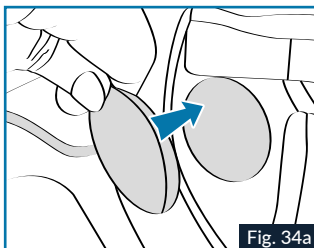

Fig. 34a
6. Fügen Sie in die Aussparungen für die Ohrstöpsel die linken und rechten Lautsprecher des **SENA FOR SHARK (Bluetooth oder Mesh)** ein. Sie werden am Klettverschluss auf der Rückseite der Lautsprecher und am Klettverschluss auf den Schaumstoffstöpseln in den Aussparungen für die Ohrstöpsel angebracht. Abb. 34a/b